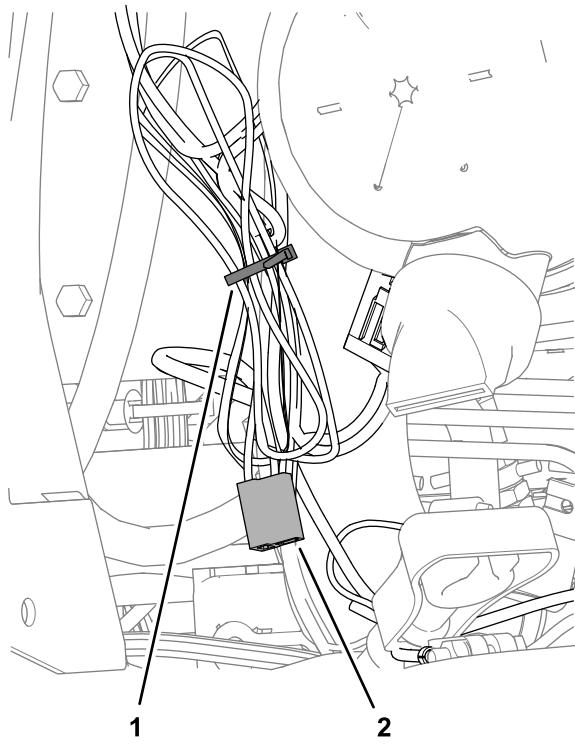

Figura 20
1. Junte num feixe os fios da bomba de lavagem do ramal da cablagem da alimentação sem utilizar, conforme ilustrado na Figura 20.
2. Prenda os fios com uma braçadeira de cabos (Figura 20).